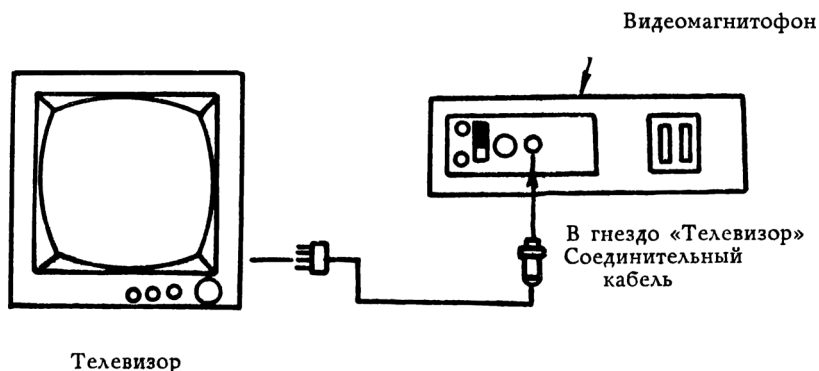

Рис. 4
- подсоединить видеоманитофон к телевизионному приемнику с помощью соединительного кабеля (рис. 4).